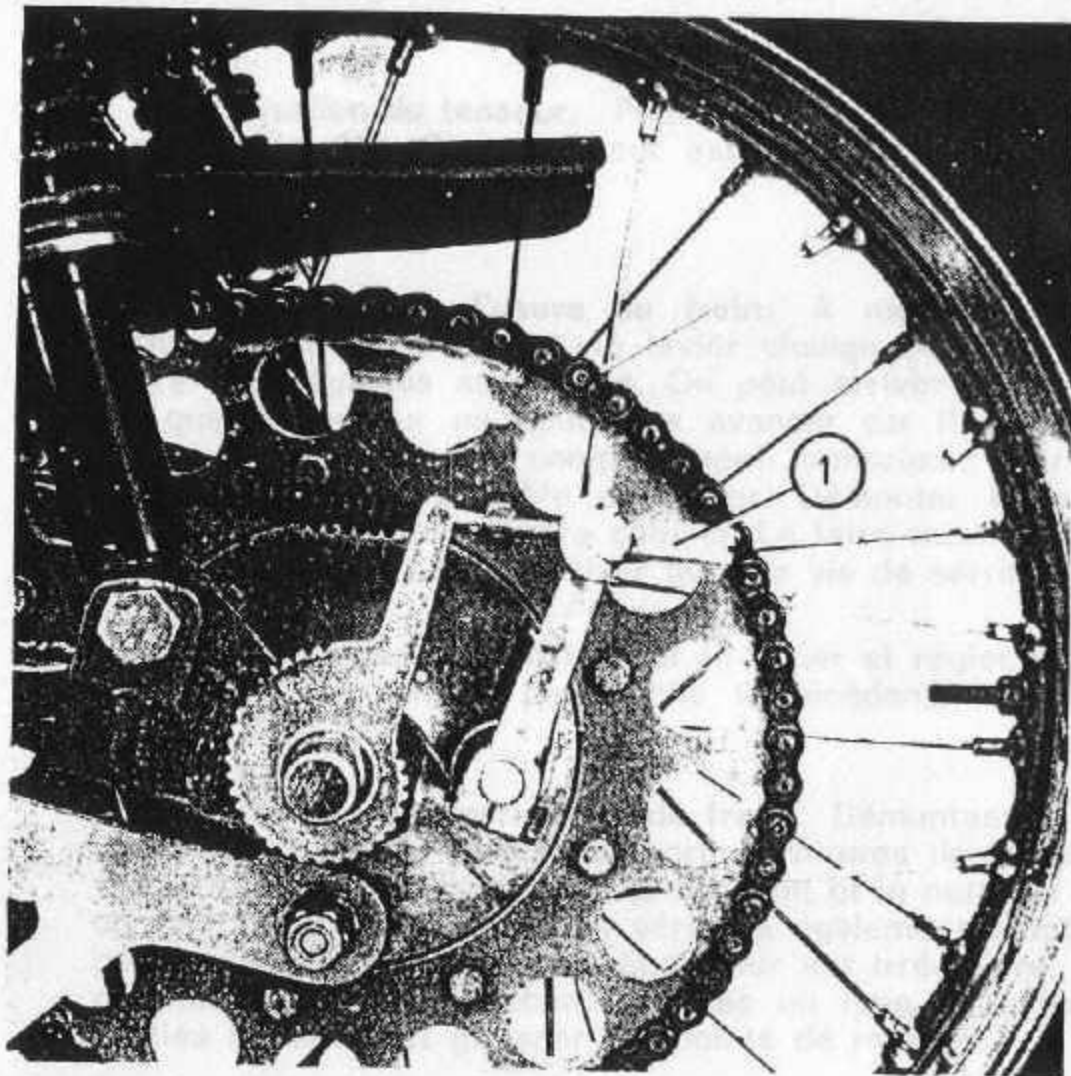

Fig. 24
2. **Démontage de la roue arrière.** Placer la machine sur un support de façon à ce que la roue tourne librement. Démonter la bride d'ancrage du plateau porte-garnitures 2 (fig. 24), en desserrant au préalable sa fixation au bras oscillant 1. Détacher le câble du frein en desserrant l'écrou du levier 4.
2. **Removing the Rear Wheel.** Support the frame so that the rear Wheel is off the ground. Remove the anchor plate from the backing plate 2 (fig. 24) previously loosening its attachment to the swinging arm 1. Remove the brake rod loosening the brake lever adjuster 4.
1. **Uso del tensor.** Para ajustar el juego del pedal, usar el tensor (fig. 24). Si este tensor está ya al final de su recorrido proceder entonces como sigue:
1. **Utilisation du tenseur.** Pour régler la pédale utiliser le tenseur (fig. 24). Si ce tenseur est déjà en fin de course, procéder comme suit: